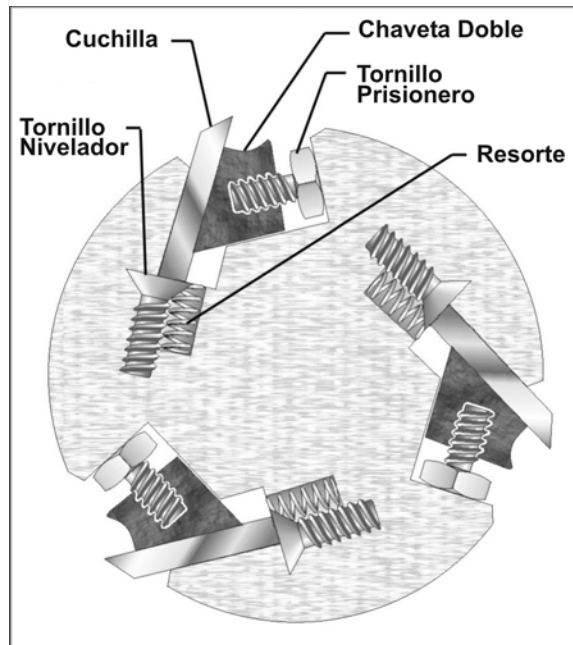

Figura 31 (cabeza de corte recta)
14. Afloje ligeramente los tornillos prisioneros (vea la figura 31) con una llave de 8 mm. (NOTA: Los resortes debajo de las cuchillas causarán el movimiento de la cuchilla.)